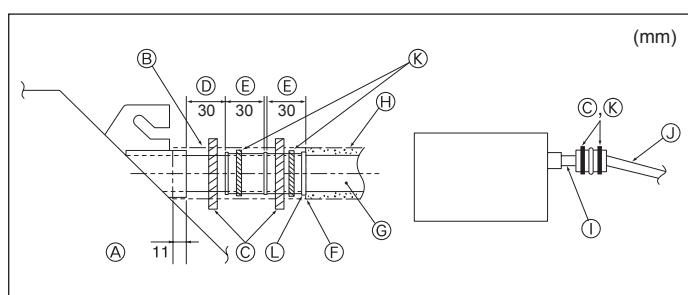

Fig. 3-5
- ⑨ Tube en PVC de D.E.ø32
- ⑩ Passage aussi long que possible.
- ⑪ Appareil intérieur
- ⑫ Prévoir un orifice suffisamment grand pour la mise en place groupée des tuyaux.
- ⑬ Pente descendante (1/100 ou plus)
- ⑭ Tube en PVC, D.E.ø38 pour la mis en place groupée des tuyaux. (isolant de 9 mm ou plus)
- ⑮ Jusqu'à 500 mm
1. Raccorder la prise d'écoulement (fourni avec l'appareil) au port de drainage. (Fig. 3-5) (Apposer le tube à l'aide de ruban adhésif en PVC puis le fixer avec une sangle.)
- ① Appareil
② Matière isolante
③ Courroie (grands)
④ Port de drainage (transparent)
⑤ Marge d'insertion
⑥ Correspondance